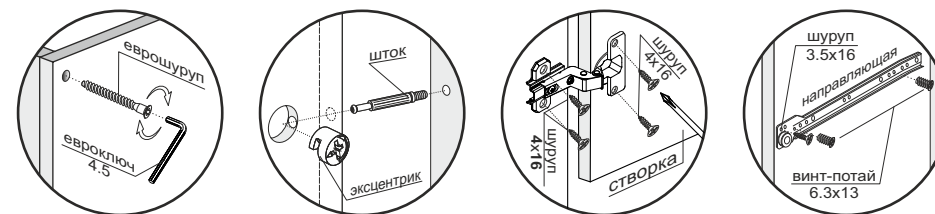

Рис.1
1. К цоколю (9) и боковинам (1,2,3) прибить подпятники (рис.1).
2. К боковинам (2,3) прикрутить направляющие винтами-потай 6,3х13 (рис.1).
3. С помощью шкантов и еврошурупов соединить боковины (1,2,3) с планками (7,8), затем со стяжками (5), задней стенкой (6) и цоколем (9) еврошурупами (рис.1).
4. Замерить диагонали секции (они должны быть равны: +/- 2 мм) и прибить гвоздями 2х20 заднюю стенку из ХДФ (12) (рис.1).
5. На собранную часть изделия установить крышу (4), используя шканты и эксцентрики (рис.1).
6. Установить изделие на постоянное место и навесить створку (14) на короб стола, используя петли и шурупы 4х16 (рис.1). Отрегулировать петли.